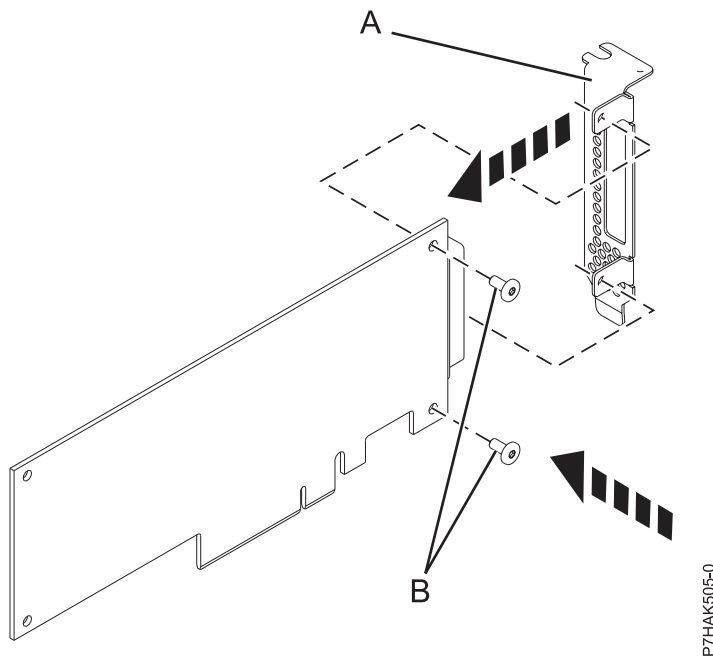

Figura 39. Colocación de la contrapunta de altura reducida en un adaptador PCIe
14. Utilizando un destornillador Phillips y los dos tornillos de retención (B), fije la contrapunta (A) del adaptador PCIe anómalo en el nuevo adaptador PCIe, como se muestra en la Figura 39 en la página 63.